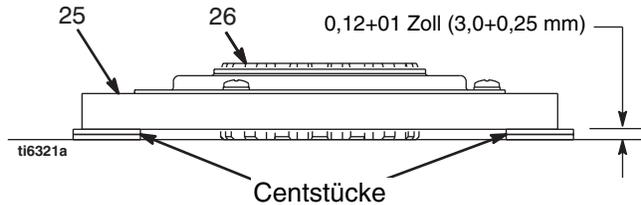

ABB. 8
1. ABB. 8. Zwei Stapel zu zwei Cent auf eine glatte Oberfläche der Werkbank legen.
2. Die Kupplungsscheibe (25) auf zwei Cent-Stapel legen.
3. Die Nabenmitte (26) nach unten auf die Werkbank drücken.